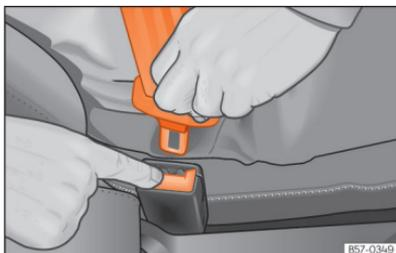

Fig. 21 Soltar a lingueta do fecho do cinto.
- Pressione o botão vermelho do fecho »» Fig. 21. A lingueta saltará do fecho.